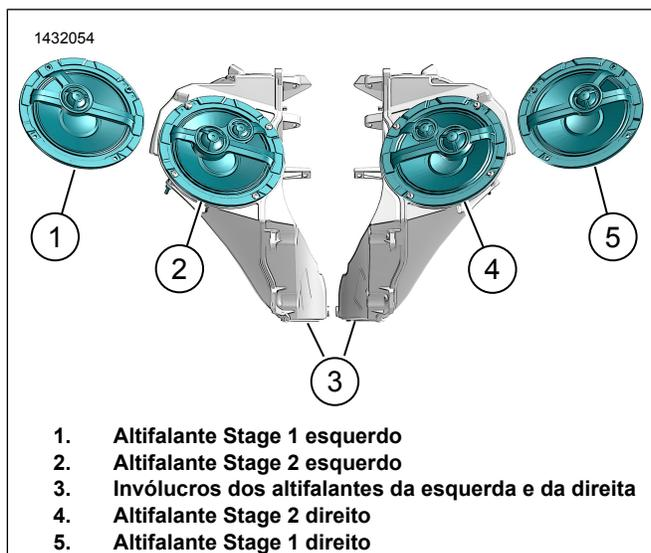

Figura 3. Orientação do altifalante (usual)
- a. Ver a Figura 3. Oriente o altifalante para o invólucro.